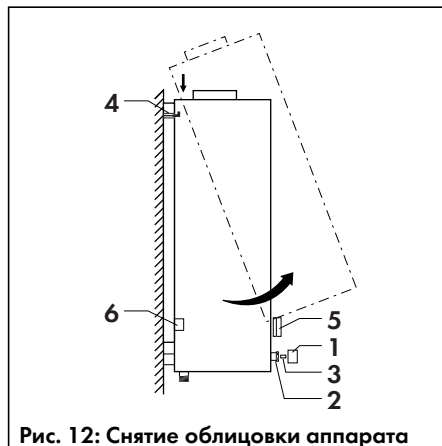

Рис. 12: Снятие облицовки аппарата
- Снимите ручку поворотного переключателя (5).
- Снимите ручку регулятора температуры (1) со шпиделя (3) и отверните против часовой стрелки находящуюся под ней крепёжную гайку (2).
- Высвободите облицовку в направлении на себя из нижних направляющих и снимите её вверх, сняв с держателей (4), как показано на рис. 12.